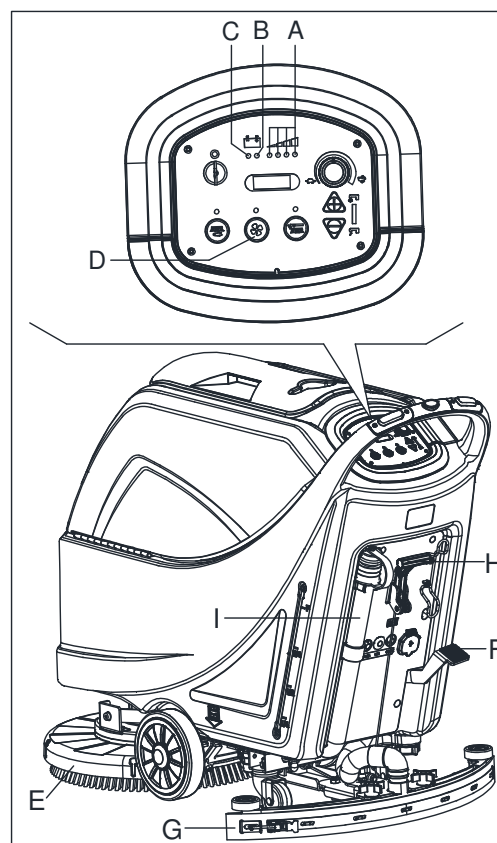
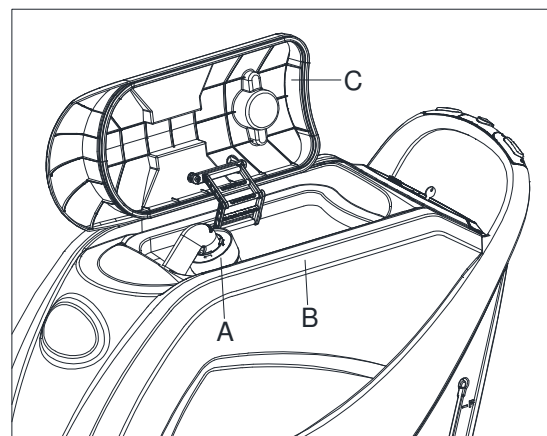

Рисунок 10
Рисунок 11
Поплавковая система выключения (А, Рис. 11) блокирует вакуумную систему, когда бак грязной воды (В) полон. При блокировке вакуумной системы внезапно увеличивается уровень шума вакуумной турбины, а также пол не высыхает.
Если вакуумная система выключилась случайно (например, когда поплавок блокирует из-за внезапного движения машины), для возобновления работы: выключите вакуумную турбину, нажав на переключатель (D, Рис. 10), затем откройте крышку (C, Рис. 11) и проверьте и убедитесь, что поплавок находится внутри поплавковой камеры (А) выше уровня воды. Затем закройте крышку (C) и включите вакуумную турбину, нажав на переключатель (D, Рис. 10).
Когда бак грязной воды (В, Рис. 11) полон, слейте его в соответствии со следующей процедурой.
2. Поднимите настил щетки (Е, Рис.10), нажав на педаль (F).
3. Поднимите всасывающий скребок (G) при помощи рычага (H).
5. Слейте грязную воду при помощи шланга (I). Затем промойте бак (В, Рис. 11) чистой водой.